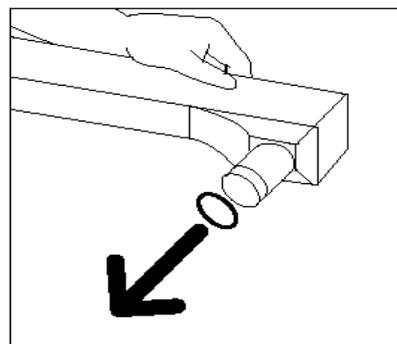

Fig. 39: Rimozione del cappuccio dalla cartuccia di olio del fusore
- 9** Togliere il cappuccio dall'estremità della cartuccia dell'olio, come illustrato in Fig. 39.